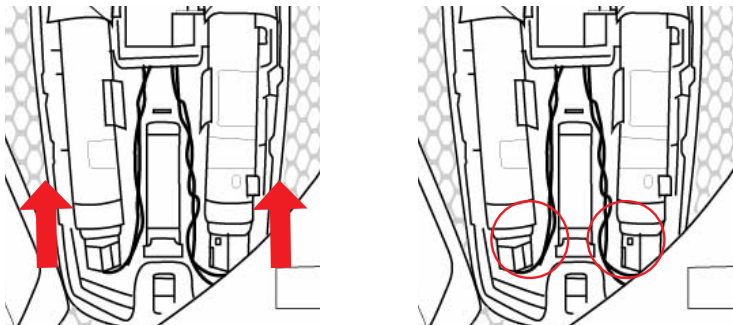

Figure 25 : Comment détacher le boîtier des gonfleurs amovibles (18) du système en le tirant vers le haut
2. Une fois que tous les clips de l'Airbag ont été détachés, tourner d'abord le système avec le protecteur dorsal tourné vers le haut, ouvrir la fermeture éclair inférieure du sac d'hydratation (9) et de l'étui électronique (16) placé dans la zone arrière du système en tirant vers le bas sur la languette rouge avec la main droite et en soulevant l'étui électronique avec la main gauche en même temps.
3. Une fois le boîtier électronique (16) soulevé, l'utilisateur peut détacher tous les composants électroniques (13-15-19) ainsi que les gonfleurs à gaz (17) en poussant simplement vers le haut le boîtier amovible des gonfleurs (18) (voir figure 25). Pour ce faire, l'utilisateur place ses deux pouces au bas de la petite boîte noire qui contient l'unité de contrôle électronique située au sommet du boîtier, et pousse fermement vers le haut jusqu'à ce qu'il y ait un dé clic, puis l'utilisateur peut facilement le soulever hors du boîtier amovible des gonfleurs (18).